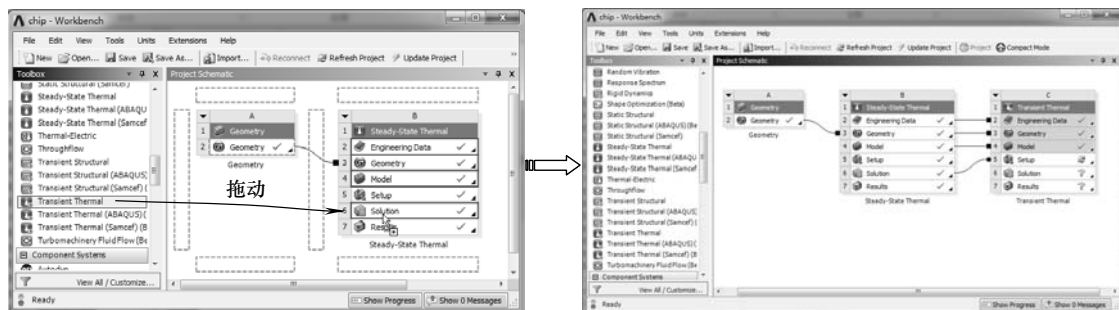

图 11-69 创建分析项目 C
5) 在【Toolbox (工具箱)】中【Analysis Systems】下的【Transient Thermal】选项上按住鼠标左键, 拖动到【Project Schematic (项目管理区)】分析项目 B 中的 B6 栏的【Solution】项上, 当 B6 呈红色高亮显示时, 释放鼠标创建分析项目 C, 如图 11-69 所示。